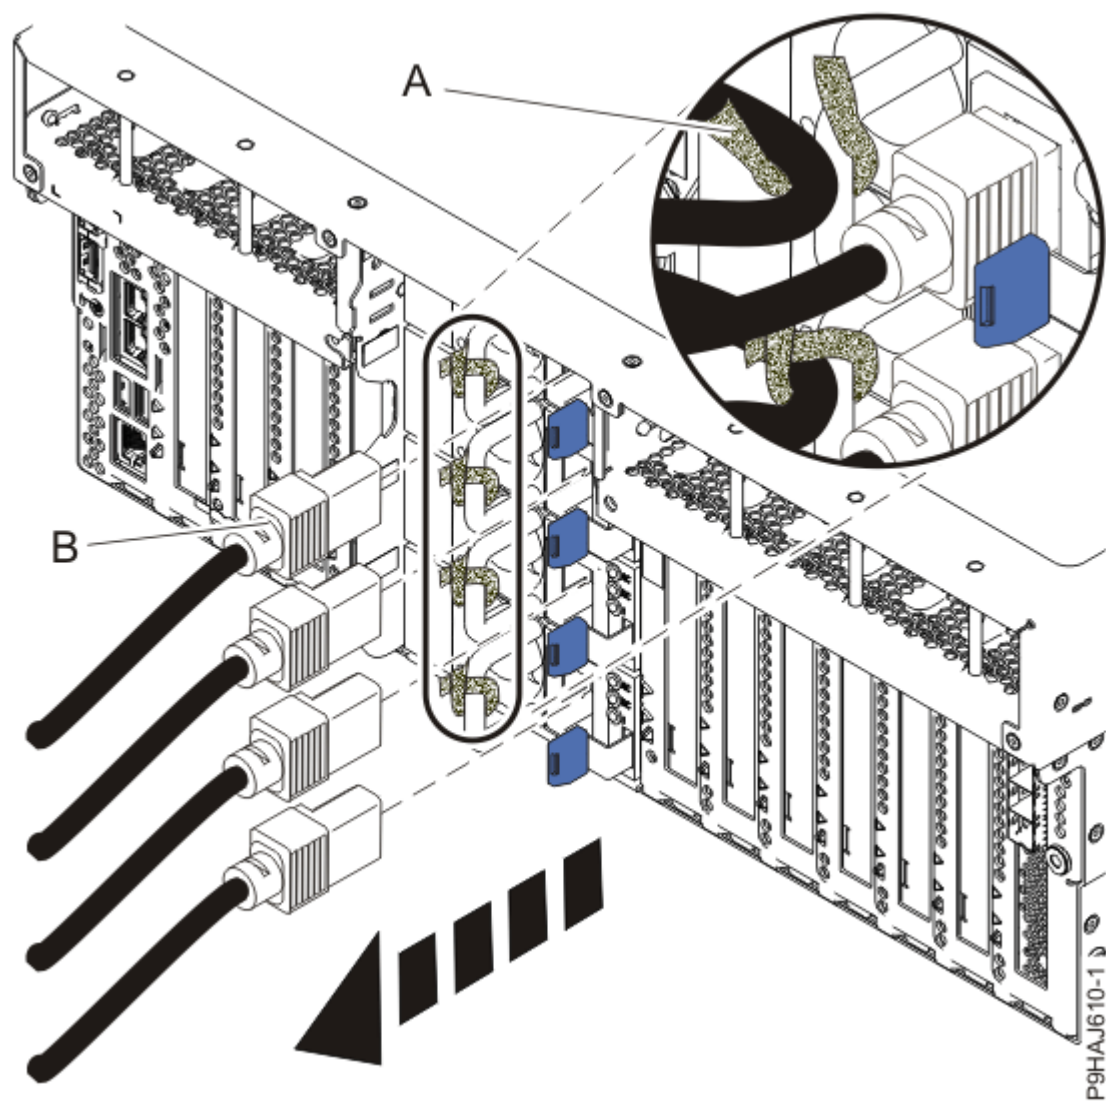

Figure 16. Retrait des cordons d'alimentation d'un serveur monté en armoire
4. Etiquetez et déconnectez les cordons d'alimentation de l'unité centrale. Voir Figure 16, à la page 20 ou Figure 17, à la page 21.